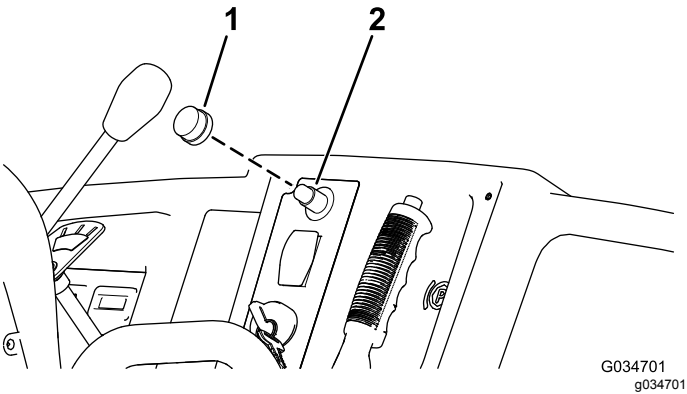

图 6
- 3. 将橡胶按钮安装到喇叭开关 图 6。
3. 将橡胶按钮安装到喇叭开关图 6。